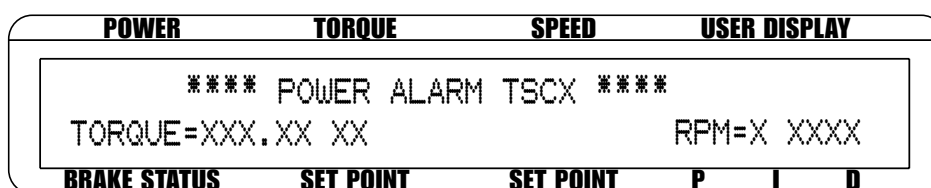

Figure 5-7 Affichage lors d'une alarme Puissance
- B. Si la puissance est supérieur à 120% de la valeur maximale de puissance ou reste dans l'état "A" pendant plus de 5 secondes, l'affichage clignotant "POWER ALARM TSCx"(voir la figure 5-7). Le relais d'alarme vas s'ouvrir, le courant d'excitation tiendra à la dernière valeur pendant 3 secondes, puis tombera à zero. Le signal d'attente n'est pas réenclenché.